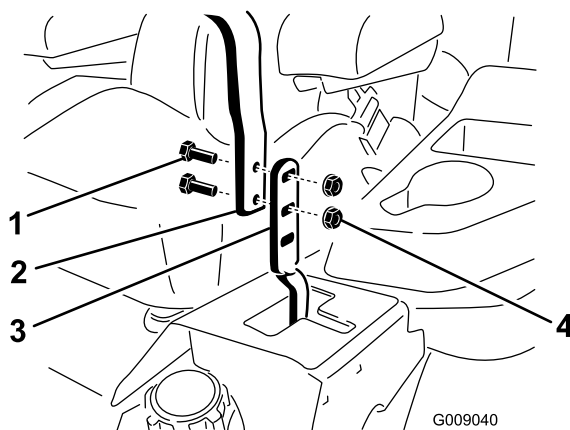

Figura 87
3. Allentate i bulloni e i dadi delle flange montati sulle leve (Figura 87).
4. Allineate le leve latitudinalmente portandole assieme in posizione FOLLE, fatele scorrere finché non sono allineate e serrate i bulloni (Figura 87).